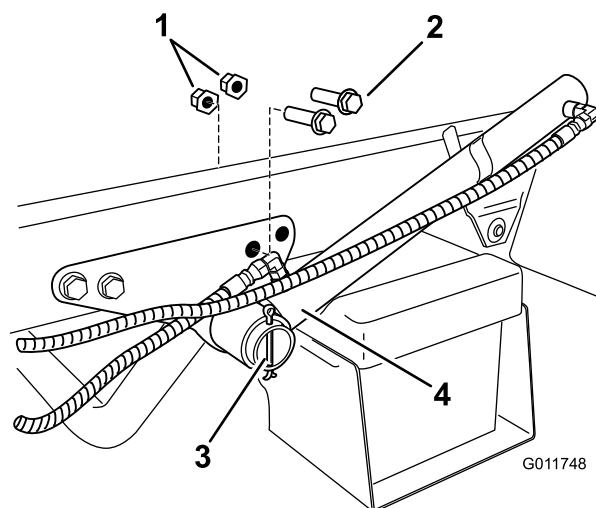

Figura 17
1. Localice y retire los dos pernos y tuercas con arandela prensada traseros del soporte del cilindro de elevación (Figura 17). Guarde estos herrajes para su uso futuro.